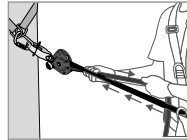
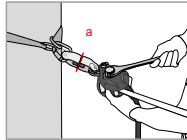

Fig 3
Fig 4
Una vez instalada la línea de vida, se debe realizar un ajuste previo de la tensión tirando manualmente de la cuerda (del lado del nudo de extremo —Fig. 3). Automáticamente la leva (8) y la palanca de leva (4) deben entrar en contacto con la cuerda. Abata la palanca de leva (4), y después, con una llave adaptada, aplique la tensión sobre el eje de ajuste de la tensión (1) hasta que la arandela testigo de tensión (a) colocada sobre el testigo de tensión (2) gire libremente (Fig. 4). En cuanto esta esté libre de movimiento, ¡NO APRIETE MÁS! Esto corresponde a una tensión previa en la línea de 0.5 kN aproximadamente. Durante el uso, compruebe con regularidad esta tensión (rotación de la arandela testigo de tensión) y ajuste en caso necesario tal como se ha explicado anteriormente.